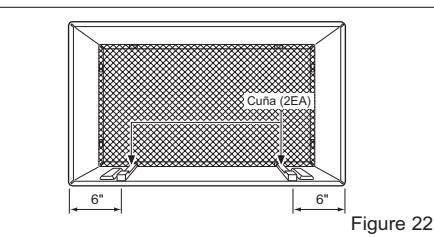

Figure 22
- 7 Para lograr una pendiente de posterior para el drenaje de la unidad, retire el envoltorio de las cuñas de 11-13/16" y acópelas según se muestra a continuación en la Figure 22. Coloque el extremo más alto de la cuña en la parte frontal de la base del soporte de pared.